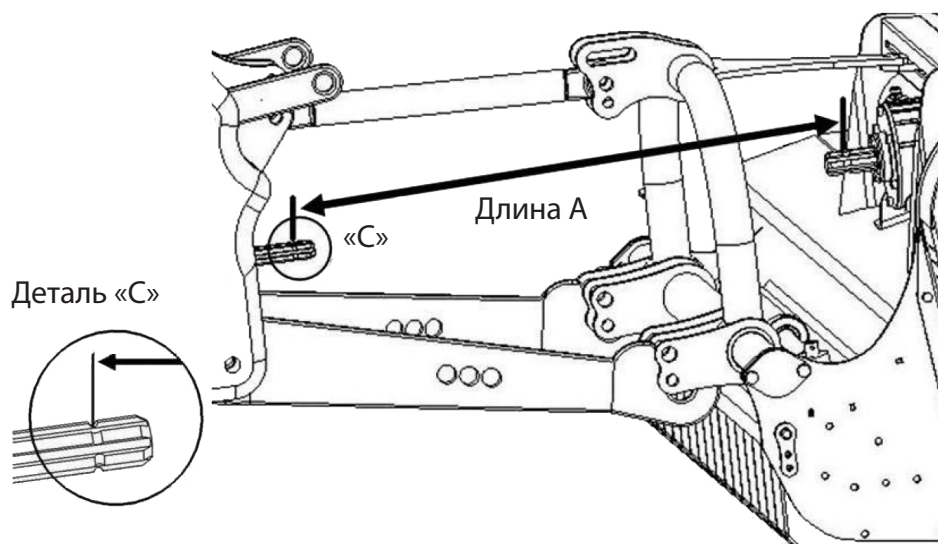

Рис. 6
- После установки трех крепежных болтов (пальцев) мы продолжаем регулировать третью (верхнюю) точку, чтобы получить самую короткую длину трансмиссии. Метрической лентой измерьте расстояние от крепежного зазора шлицевого вала ВОМ до фиксирующего зазора вала редуктора мульчера. (рис. 6, мера длины А). Это будет минимальная длина трансмиссии.
- Измерение длины А между трактором и мультчером (рис. 6): 800 мм - 80 мм = 720 мм.